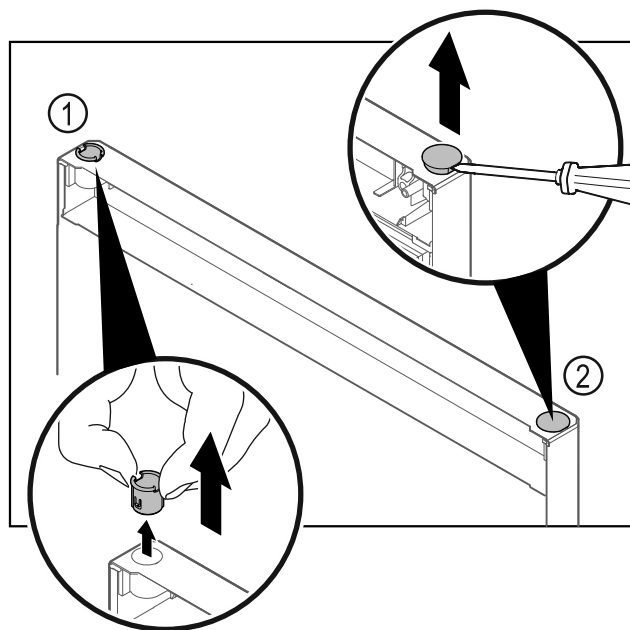

Fig. 40 Puerta del compartimiento congelador
- Extraer el casquillo de bisagra Fig. 40 (1) con los dedos.
- Levantar cuidadosamente el tapón Fig. 40 (2) con un destornillador para tornillos de cabeza ranurada y extraerlo.